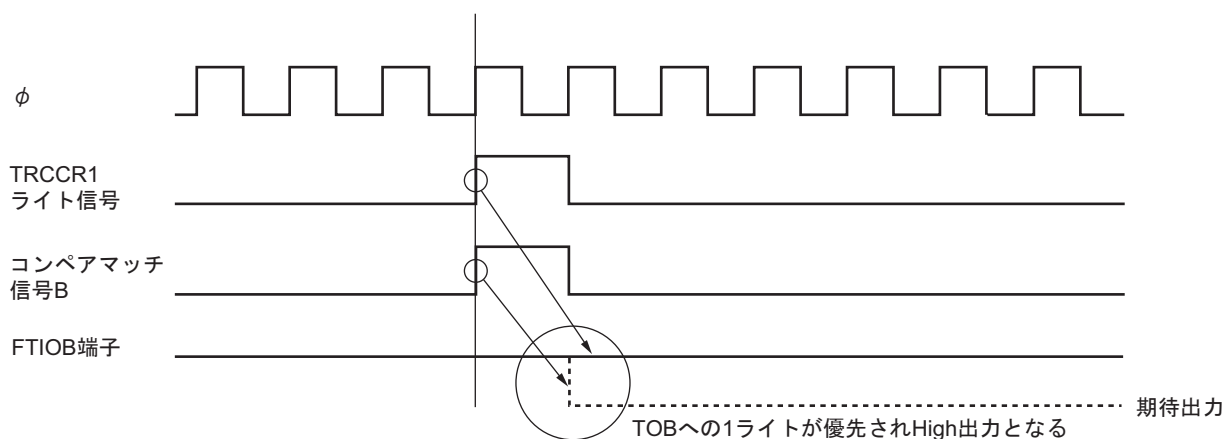

図 15.39 コンペアマッチと TRCCR1 へのビット操作命令が競合した場合の例
- TRCCR1のTOA~TODビットは最初のコンペアマッチが発生するまでのFTIO端子の出力値を決めるビットです。一度コンペアマッチが発生し、コンペアマッチによりFTIOA~FTIOD出力が変化した場合は、FTIOA~FTIOD端子の出力値とTOA~TODビットを読み出した値は一致しないことがあります。また、TRCCR1への書き込みとコンペアマッチA~Dの発生が競合した場合、書き込みが優先されコンペアマッチによる出力の変化はFTIOA~FTIOD端子に反映されません。よってビット操作命令を用いてTRCCR1へ書き込みを行うと、FTIOA~FTIOD端子の出力値が意図しない結果になることがあります。コンペアマッチ動作中にTRCCR1へライトする場合は、TRCCR1アクセス前に一度カウンタを停止させ、ポートHの状態をリードしてFTIOA~FTIODの出力値をTOA~TODに反映してライトを行ってください。その後カウンタを再起動します。コンペアマッチとTRCCR1へのビット操作命令が競合した場合の例を図15.39に示します。